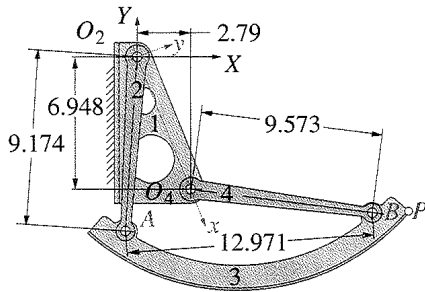

FIGURA P6-31 Problemas 6-86 y 6-87 Mecanismo de compartimento de equipaje elevado de avión; dimensiones en pulgadas
- 6-86 Encuentre todos los centros instantáneos del mecanismo mostrado en la figura P6-31 en la posición mostrada.
- 6-87 Encuentre las velocidades angulares de los eslabones 3 y 4 y la velocidad lineal del punto *P* en el sistema de coordenadas *XY* del mecanismo mostrado en la figura P6-31 en la posición mostrada. Suponga que $\theta_2 = -94.121^\circ$ en el sistema de coordenadas *XY* y $\omega_2 = 1$ rad/s. La posición del punto del acoplador *P* en el eslabón 3 con respecto al punto *A* es $p = 15.00$, $\delta_3 = 0^\circ$.